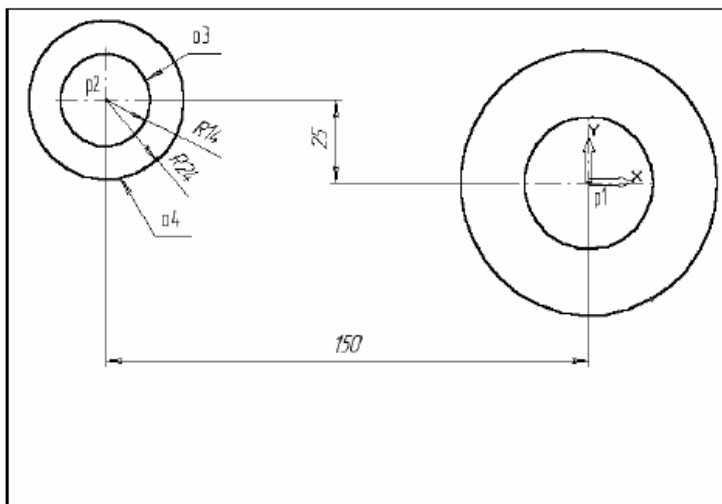

Рис. 3.2
4. Постройте окружность **o3**, рис.3.2 с осевыми линиями и радиусом 14 мм